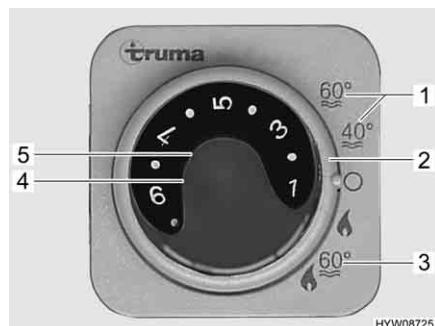

Fig. 107 Centralina di controllo (riscaldamento/boiler)
Il boiler è integrato nel riscaldamento e viene azionato a gas (funzionamento a gas). Il boiler si accende dalla centralina di controllo (Fig. 107) con l'interruttore girevole (Fig. 107,2).
Durante il funzionamento invernale "Riscaldamento e boiler" (Fig. 107,3) accendendo il riscaldamento viene riscaldata automaticamente anche l'acqua nel boiler. Quando il riscaldamento si spegne al raggiungimento della temperatura ambiente desiderata, il boiler continua a riscaldare l'acqua, fino a quando questa raggiunge la temperatura impostata.
Durante il funzionamento estivo (Fig. 107,1) l'acqua nel boiler viene riscaldata soltanto fino a 40 °C o 60 °C. L'acqua si riscalda a 60 °C in ca. 25 minuti. La spia di controllo gialla (Fig. 107,4) si accende durante la fase di riscaldamento del boiler.
L'alimentazione di tensione per l'apparecchio non può essere interrotta interrompendo l'alimentazione a 12 V sul pannello di controllo. In caso di guasto si accende la spia rossa di controllo (Fig. 107,5) sulla centralina di controllo (vedi capitolo 14).
Accensione:	<ul style="list-style-type: none"> ■ Aprire la valvola principale di arresto della bombola del gas e il rubinetto di arresto del gas "Riscaldamento/boiler". ■ Sulla centralina di controllo (Fig. 107) posizionare l'interruttore girevole (Fig. 107,2) su "Funzionamento estivo" (Fig. 107,1). <p>La spia di controllo gialla (Fig. 107,5) si accende durante la fase di riscaldamento. Al raggiungimento della temperatura dell'acqua desiderata, la fase di riscaldamento termina e la spia di controllo gialla si spegne.</p>
Spegnimento:	<ul style="list-style-type: none"> ■ Sulla centralina di controllo (Fig. 107) posizionare l'interruttore girevole (Fig. 107,2) su "O". ■ Chiudere il rubinetto di arresto del gas "Riscaldamento/boiler" e la valvola principale di arresto della bombola del gas.
- Sulla centralina di controllo (Fig. 107) posizionare l'interruttore girevole (Fig. 107,2) su "O".